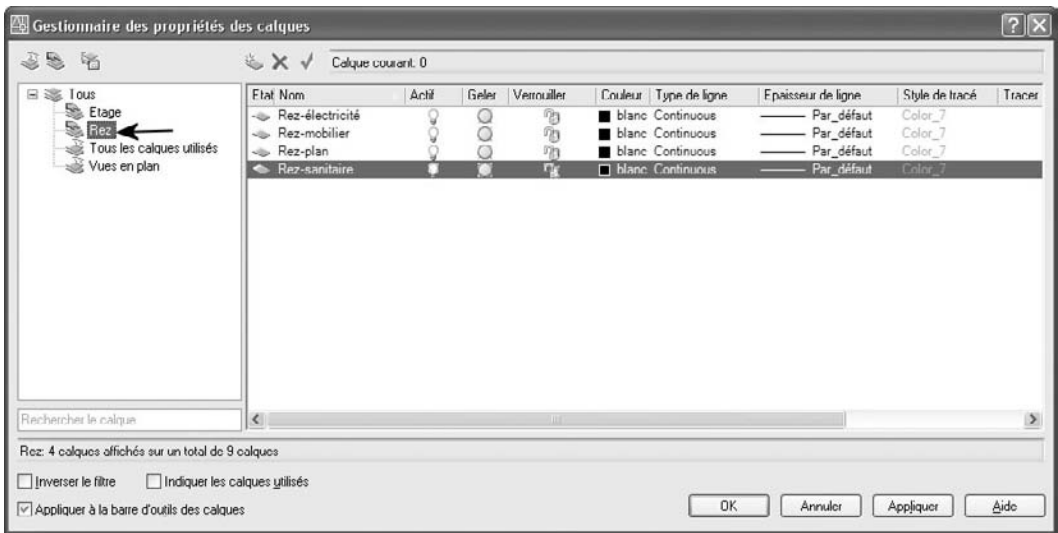

Fig.2.13
- 4 En cliquant sur le filtre REZ, seules les calques faisant partie du groupe s'affichent dans la liste des calques à droite (fig.2.13).